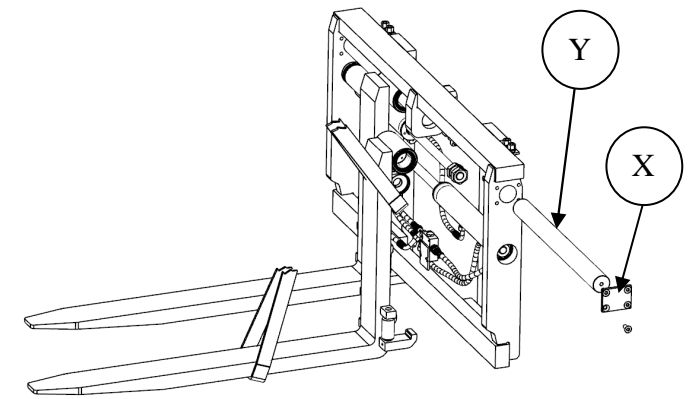

Fig.006
2.3.2 Quitar la tapa "X" aflojando los 4 tornillos M12 con una llave Allen de 8 mm. (Fig.006)
2.3.4 Retirar el eje "Y". (Fig.006)
2.3.5 Retirar la horquilla. (Fig.006)
2.3.6 Para el montaje, acercar hasta su posición el soporte de la horquilla e introducir el eje "Y". (Fig.006)